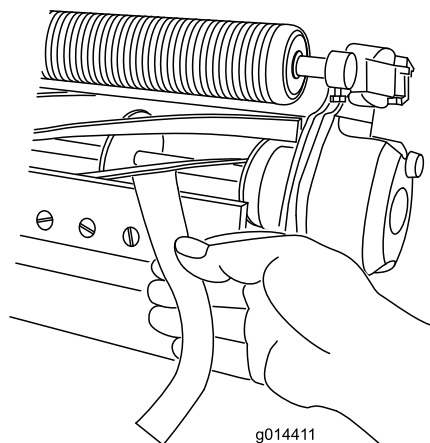

Figure 5
11. Contrôlez l'efficacité de la coupe en insérant une longue bande de papier de performance de coupe entre le cylindre et la contre-lame, perpendiculairement à la contre-lame (Figure 5). Faites tourner lentement le cylindre en avant pour couper le papier.